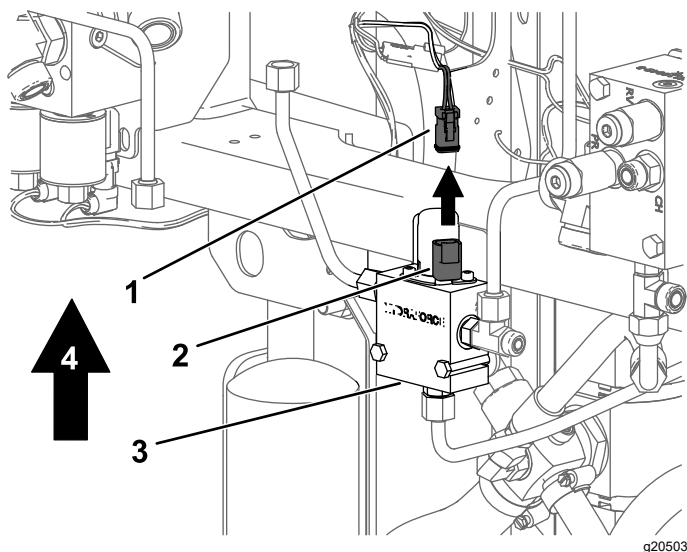

Figura 29
10. Desenchufe la bobina del distribuidor de 3 vías (Figura 29).